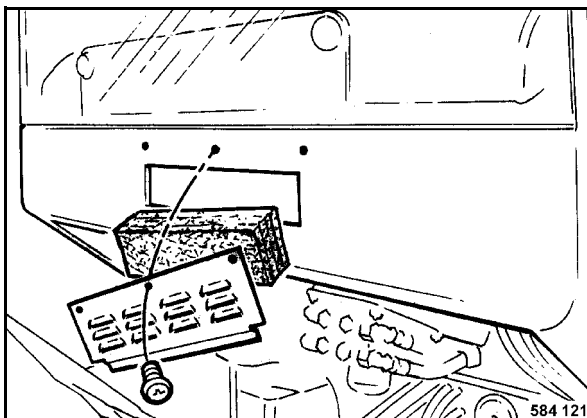

Fig. 193
- Desenroscar los tornillos de fijación de la rejilla de ventilación (Fig. 193) y retirar el filtro.